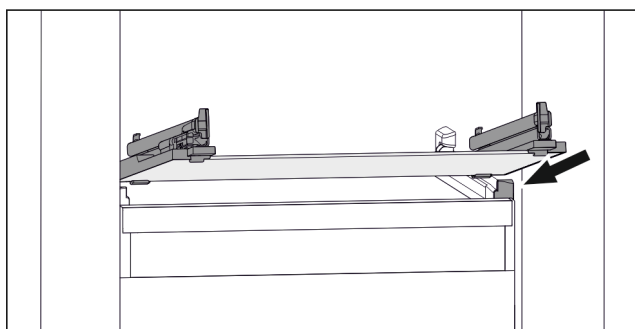

Fig. 113 Beispielhafte Darstellung der Glasplatte
- Glasplatte schräg hinter den Stoppern aufsetzen. (zie Fig. 113)